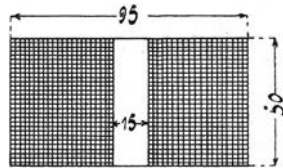

Abb. 4.
45. Eine Spule von 15 [30] (100) mm (Abb. 4) innerem Durchmesser ist mit einem 0,3 [0,4] (1,5) mm dicken Kupferdraht, der mit Seide besponnen ist, bewickelt, und zwar liegen 125 [200] (70) Drähte nebeneinander und 100 [90] (30) Lagen übereinander, so daß der äußere Durchmesser der Spule 95 [120] (200) mm beträgt. Welchen Widerstand besitzt die Spule bei 15 Grad C?